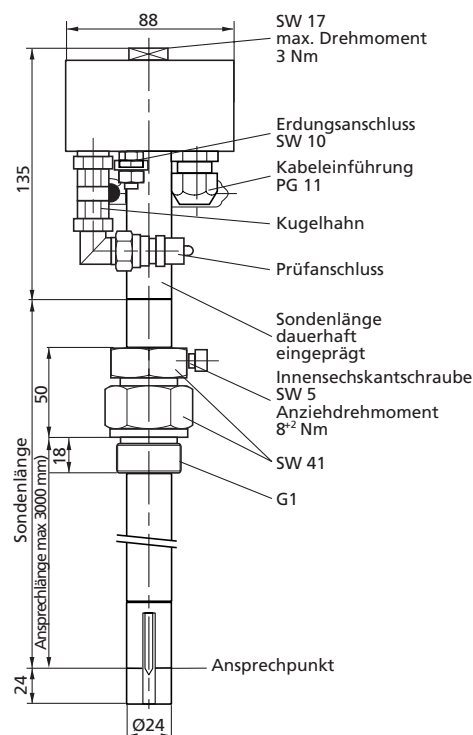

Abb. 5: Standaufnehmer Typ LS 300 E SP
- Druckgaseinrichtung über Steckkupplung oder Schraubverbindung (mit Rückschlagventil) an pneumatischen Prüfanschluss anschließen (s. Abb. 5).
- Als zusätzliche Absicherung zum Behälter den sich hinter der Steckkupplung bzw. dem Rückschlagventil befindlichen Kugelhahn öffnen (s. Abb. 5).